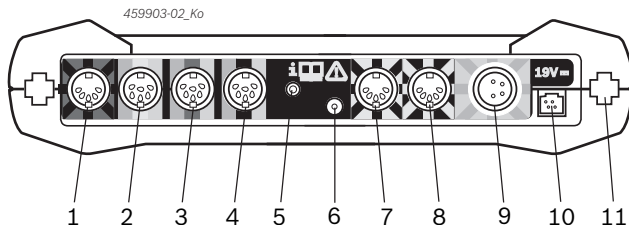

Fig. 2: Tilkoblingslist FSA 500 (nedenfra)
Tilkobling, se Fig. 2, Pos. 6.
5. Koble sensorene til pluggplassene på måleenheten (se Fig. 2).